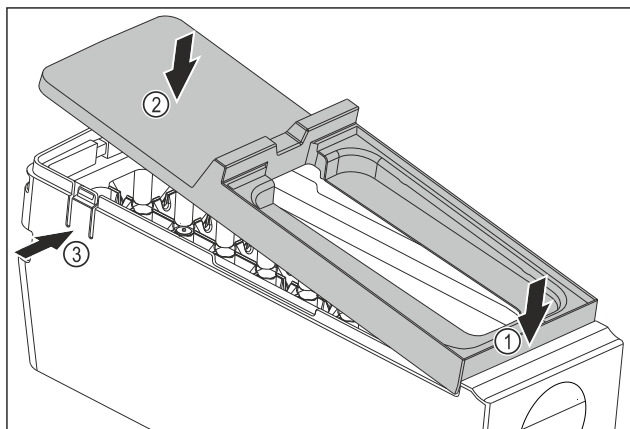

Fig. 144
- ▶ Szerelje fel az EasyTwist-Ice egység testének fedelét: Tegye fel előre a fedelet. *Fig. 144 (1)*
- ▶ Süllyessze le hátul a fedelet. *Fig. 144 (2)*
- ▶ A fedél hallhatóan bepattan mindkét fülbe *Fig. 144 (3)*.